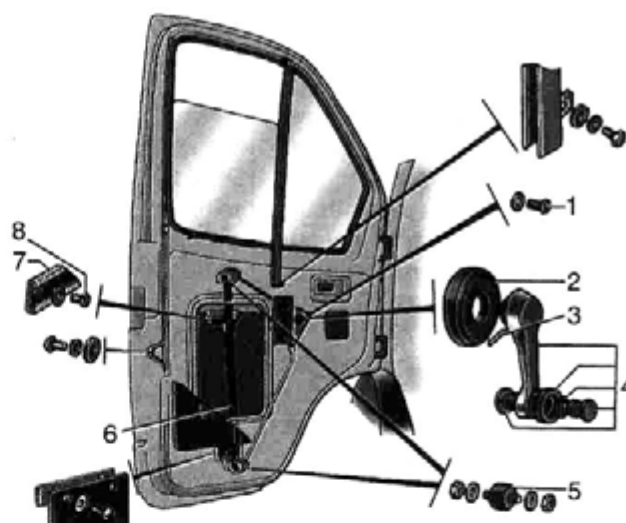

Рис. 9.13. Стеклоподъемник двери:
Для перемещения опускаемого стекла и удержания его в любом положении служит стеклоподъемник (рис. 9.13) – тросового типа, самотормозящий, с центральной направляющей.
- снять ручку *4* (см. рис. 9.13) стеклоподъемника, для чего следует нажать на розетку *2* ручки к